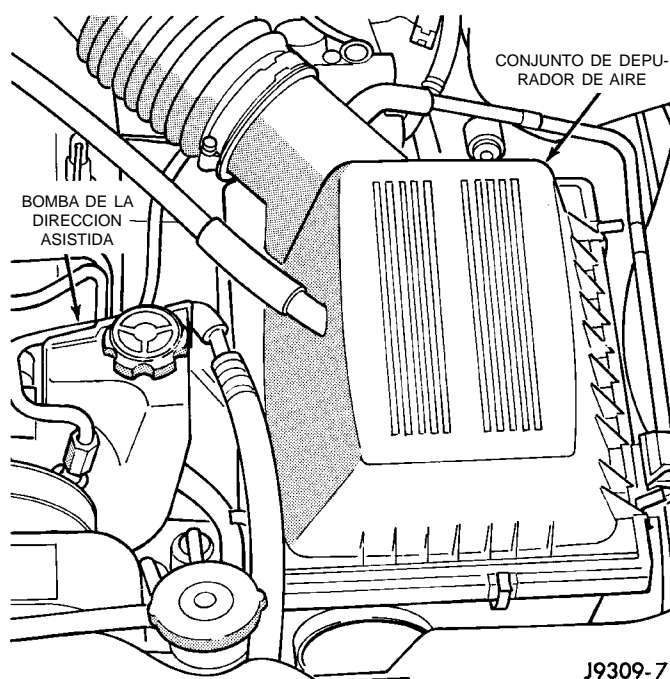

Fig. 30 Conjunto de depurador de aire y bomba de dirección asistida
(19) Retire el soporte del tubo de combustible del tubo múltiple de admisión.
(20) Retire el conjunto del depurador de aire (Fig. 30).
(21) Retire del reforzador la válvula de retención de vacío del servofreno, si está equipado.
(22) **Vehículos con dirección asistida (Fig. 30):**